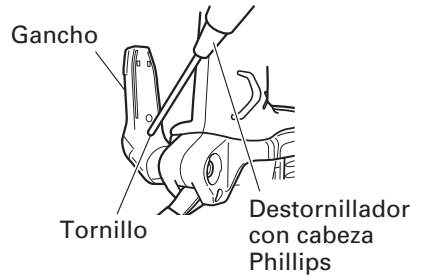
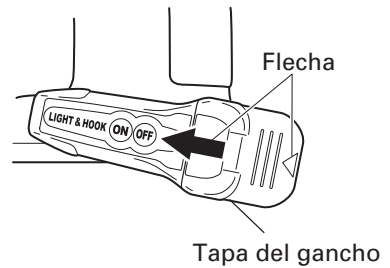

Fig. 12
Fig. 13
- (1) Afloje el tornillo de gancho con un destornillador tipo Phillips (Núm. 1). (Fig. 12) Quite la tapa del gancho empujando en la dirección de la flecha. (Fig. 13)
- (3) Haga coincidir la muesca del cuerpo principal del gancho con el saliente de la tapa del gancho, presione la tapa en la dirección opuesta a la flecha mostrada en la Fig. 13 y apriete el tornillo.